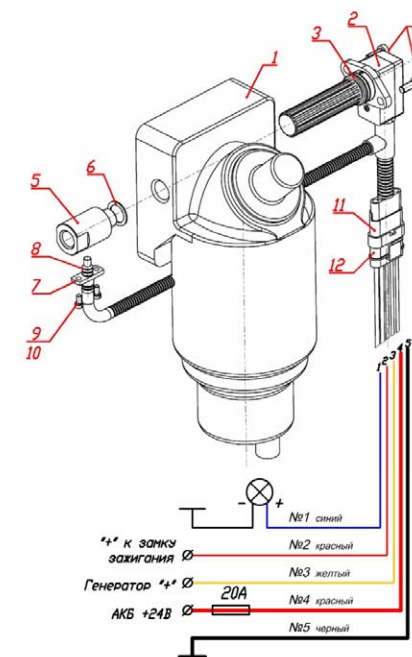

Рисунок 1
5.3 При монтаже подогревателя (рисунок 1):